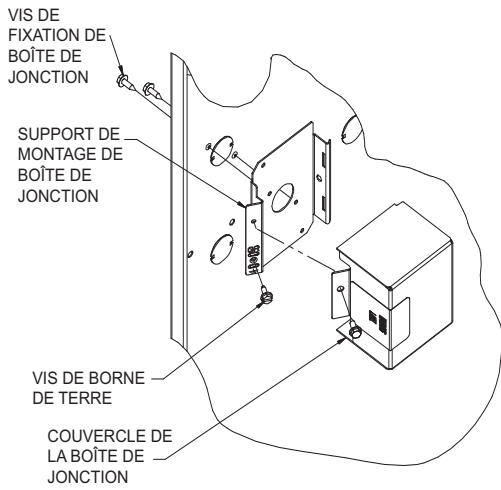

Figure 36 – Installation d’une boîte de jonction (le cas échéant)
Le couvercle de la boîte de jonction, le support de fixation et les vis se trouvent dans le sac de pièces détachées expédié avec la chaudière. Reportez-vous à la fig. 36 pour connaître les emplacements de montage de la boîte de jonction.
1. Posez le support de fixation de la boîte de jonction à l'intérieur du caisson de chaudière. Consultez la figure 36.
5. Raccordez le fil de mise à la terre sur place et le fil de mise à la terre d'origine à la vis de mise à la terre verte située sur le support de montage de la boîte de jonction, conformément à la fig. 36.
7. Fixez le couvercle de la boîte de jonction de la chaudière au support de fixation à l'aide des vis fournies dans le sac de pièces détachées. Attention de ne pas pincer les fils entre le couvercle et le support de fixation. Consultez la figure 36.
4. Raccordez le fil de mise à la terre sur place et le fil de mise à la terre d'origine à la vis de mise à la terre verte située sur le support de montage de la boîte de jonction, conformément à la fig. 36.